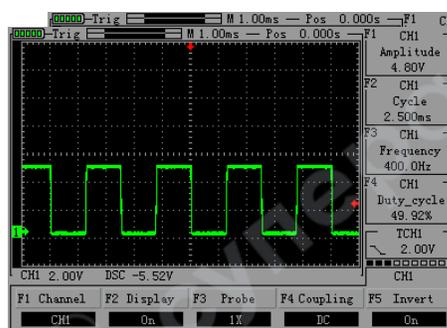

Рис. 4
- Если установлено вертикальное значение 1,00 В/дел, следуйте вышеуказанным шагам. (См. рисунок 4)